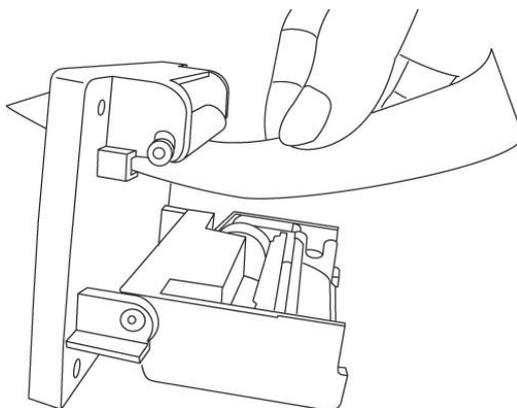

图 8-2
- 5) 将打印纸沿着滚轴下沿穿进出纸口，如图 8-2 所示。